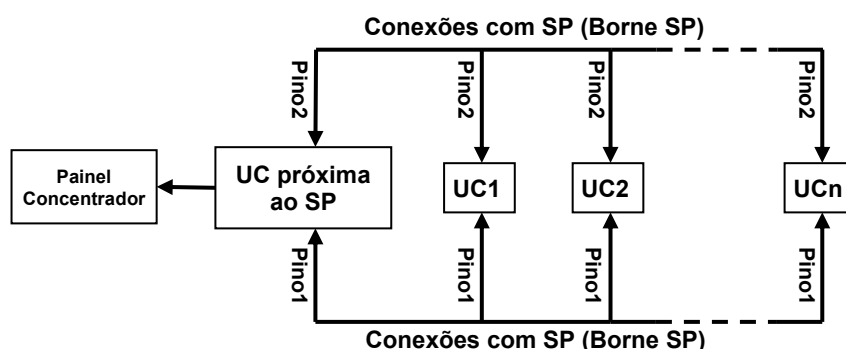

Figura 37 - Ligações da UC em ambiente com dois ou mais leitos sem identificação de chamada
A Figura 37 acima representa o esquema de ligações nos ambientes com mais de um leito. Siga os passos abaixo para instalar o Sinalizador de Porta (SP) em tais ambientes.
- O Sinalizador de Porta (SP) deve ser conectado à Unidade de Chamada do Leito (UCL) do leito mais próximo da porta. Na caixa de passagem onde será instalada a placa da Unidade de Chamada do Leito (UCL) mais próxima à porta, identifique o cabo de pares trançados que vem do Sinalizador de Porta (SP). Identifique também o borne rotulado como “SP” localizado